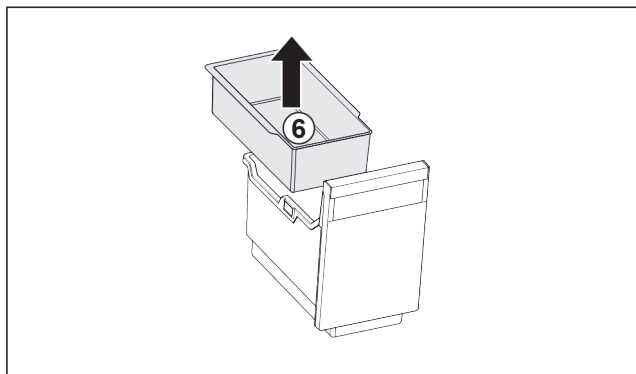

Fig. 85
- ▶ Extrageți tava suspendată Fig. 85 (6).